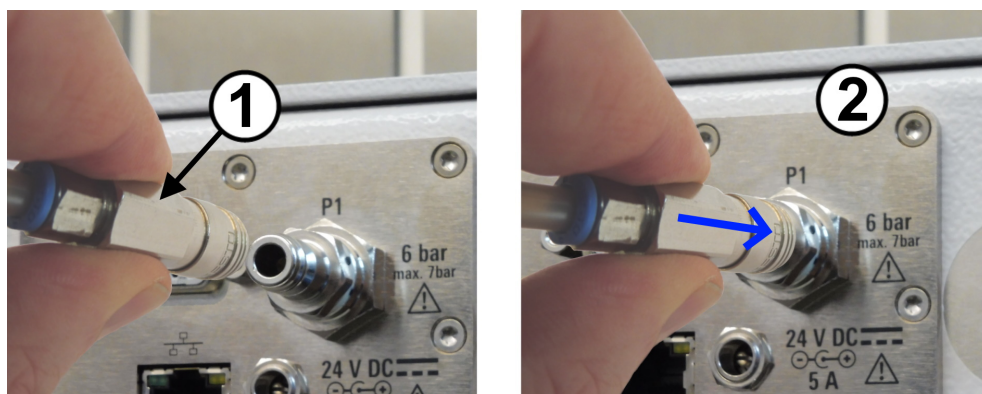

Bild 6-5: Ansluta tryckluftsförsörjningen
Det gör du genom att hålla adaptorn i bakänden (se 1 i bild 6-5) och trycka dit den på snabbkopplingen (2).